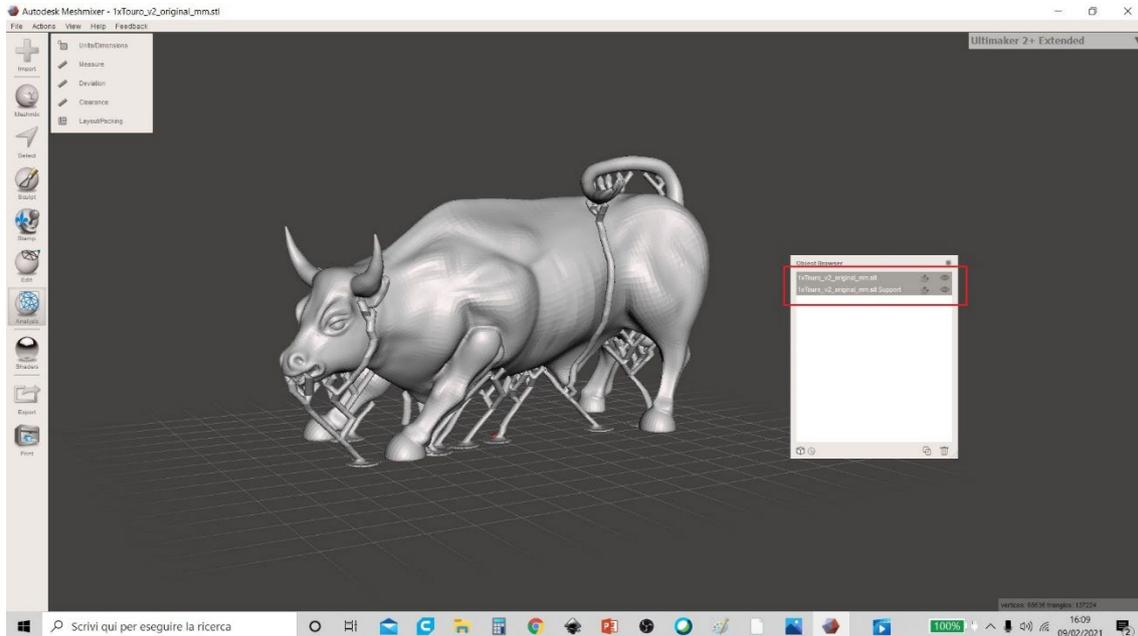

Figura 35 Meshmixer
10. Spetterà all'utente decidere se esportare i modelli insieme o separatamente (rendendo visibili i modelli o nascondendoli scegliendo l'icona dell'occhio a destra dei nomi come mostrato in Figura 35 Meshmixer).